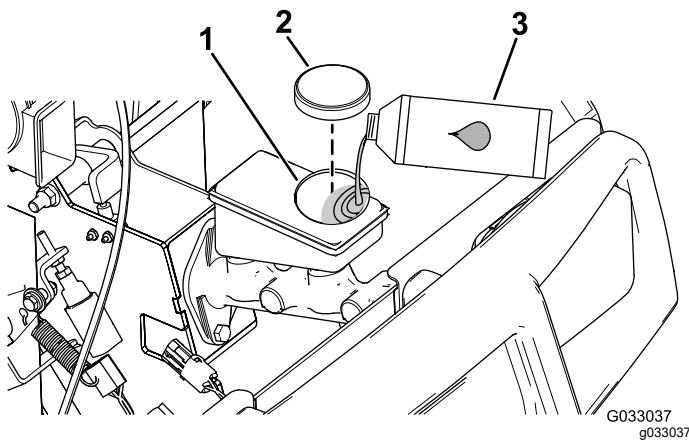

Bild 67
4. Öffnen Sie die Motorhaube, um an den Hauptbremszylinder und den Behälter zu gelangen (**Bild 67**).
- A. Reinigen Sie den Bereich um den Behälterdeckel und nehmen den Deckel ab (**Bild 67**).
- C. Schrauben Sie den Behälterdeckel wieder auf (**Bild 67**).